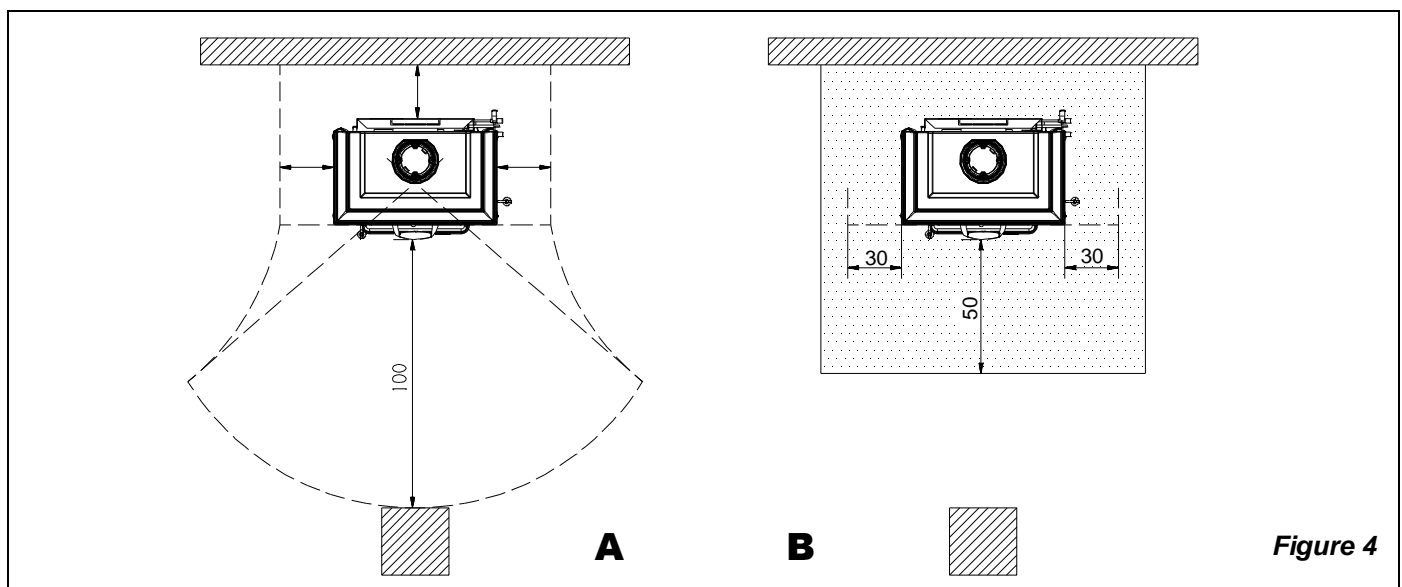

Figure 4
- pour assurer une isolation thermique suffisante, respecter la distance minimale de sécurité entre le poêle et les éléments de construction et objets inflammables et sensibles à la chaleur (meubles, revêtements en bois, tissus, etc.) (voir Figure 4 **A**). **Toutes les distances minimales de sécurité sont indiquées dans l'étiquette du produit et on il NE FAUT PAS descendre au-dessous des valeurs indiqués.**
- si le produit est installée sur un sol de matériau inflammable, prévoir une base ignifuge. **Les sols composés par matériaux inflammables**, comme moquette, parquet ou liège etc., **doivent être remplacés** pas une couche de matériel pas inflammable, par exemple céramique, pierre, vitre ou acier etc.. (dimensions selon les dispositions régionales). Le fond de sol doit dépasser de face d'au moins **50 cm** et latéralement d'au moins **30 cm** l'ouverture de la porte de remplissage (voir Figure 4 **B**).